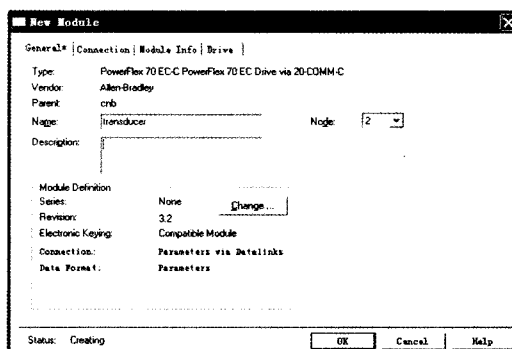
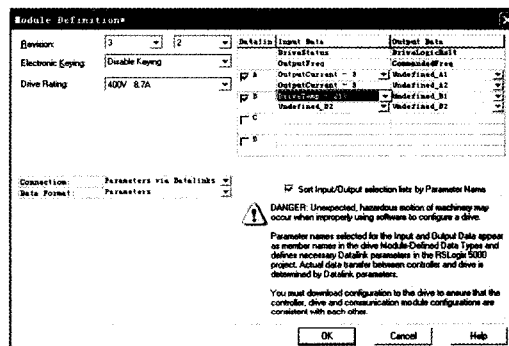
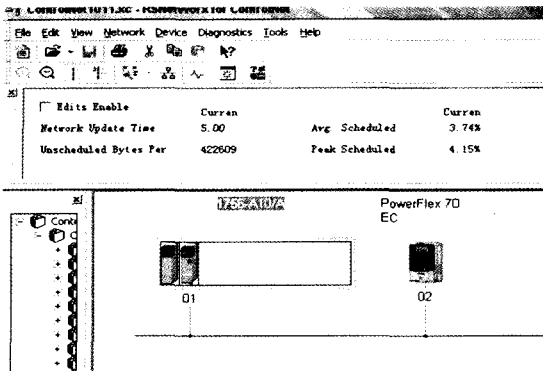

图1 PowerFlex70EC-C画面
图2
图3
(1) 将PowerFlex70变频器前罩打开, 把拨码拨到要设定的站址。本文将其站址拨到02。
(2) 打开Logix5000, 并选择相应项目test.ACD。在cnb下新建MODULE, 选择PowerFlex70EC-C, 点击OK键, 出现如图1所示画面。在Name栏输入变频器名称transducer, Node栏选择站址2, 与硬件拨码一致, 然后点击 **Change...**, 弹出如图2所示画面。版本选择3.2, 电子锁选择禁止锁, 驱动选择与变频器相匹配型号, DATA LINKS选择A、B通道, 其中A通道作为电流显示, B通道作为温度显示, 点击OK键即可。
(3) 在drive栏中, 双击 **Parameter List**, 打开transducer的参数列表, 55#参数改为50Hz, 82#参数改为50Hz, 83#参数改为0Hz, 90#参数改为DPI Port5, 196#参数改为Advanced, 361、362、363#参数改为Not Used。参数设定完毕, 点击CLOSE按钮, 回到drive栏画面, 点击 **Save**, 将数据传输到transducer变频器, 显示完成后关闭画面。
(4) 保存项目, 并下载到PLC。在开始菜单中找到 **RSNetWorx for ControlNet** 并打开, 弹出图3画面, 点击 **Scan**, 扫描完毕后点击 **Edits Enable**, 然后保存。选择在线数据, 一直到保存完毕, 然后在